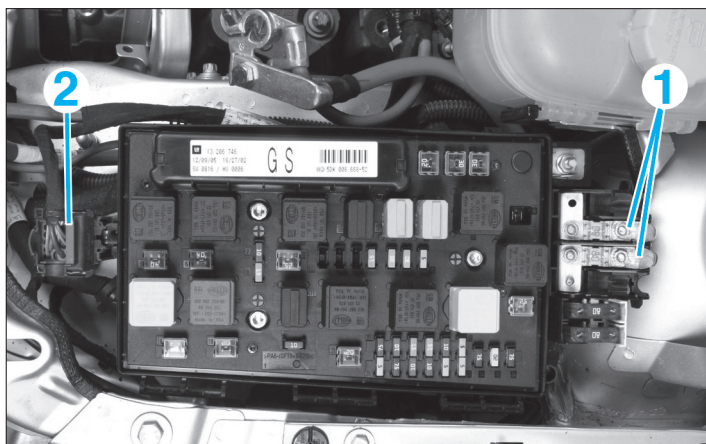
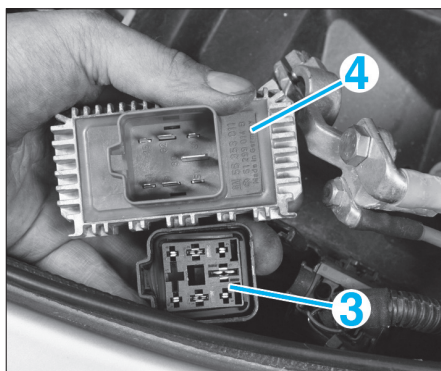

FIG. 33
FIG. 34
- les 2 câbles (1) du boîtier fusible après avoir repérer leur position (fig. 33).
- le connecteur (2).
- le connecteur (3) du boîtier de préchauffage (4) (fig. 34).